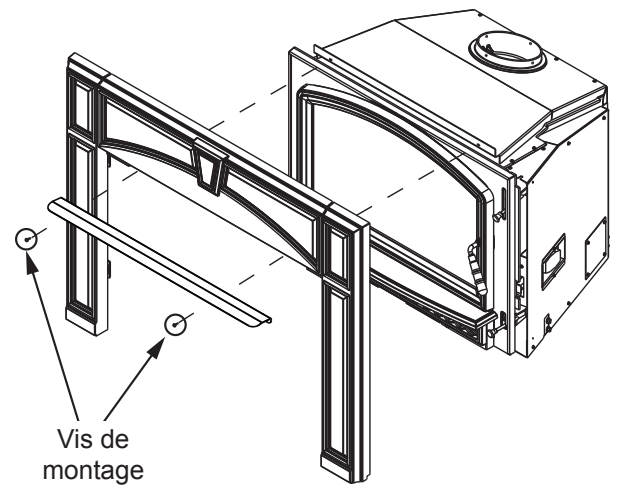

Figure 22.3
6. À l'aide d'un tournevis cruciforme et de deux vis, fixez l'ensemble d'habillage périphérique coulé du déflecteur sur l'appareil comme indiqué à la **Figure 22.3**.